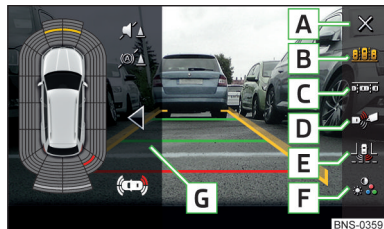

Fig. 278
Suprafețe de comandă funcții » fig. 278
- Atingeți suprafața de comandă funcții **C** » fig. 278 la pagina 236.